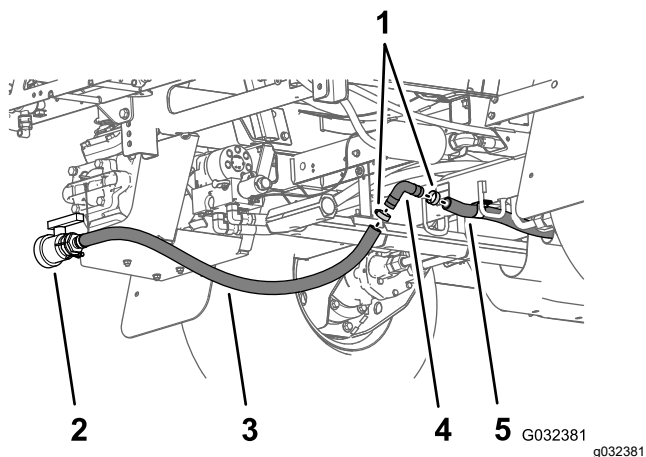

**Figura 45**
- Retire las mangueras de desvío superior e inferior de la máquina (Figura 45).